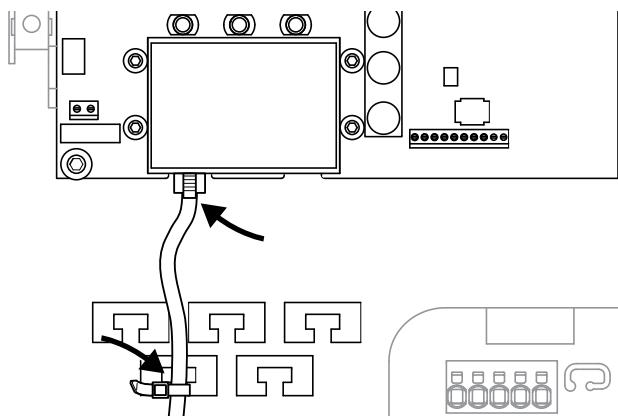

Fig. 41: Fastgør kablerne på kabelknægten
1. Fastgør alle kabler fagligt korrekt på kabelknægten med en kabelbinder. **Fig. 41**